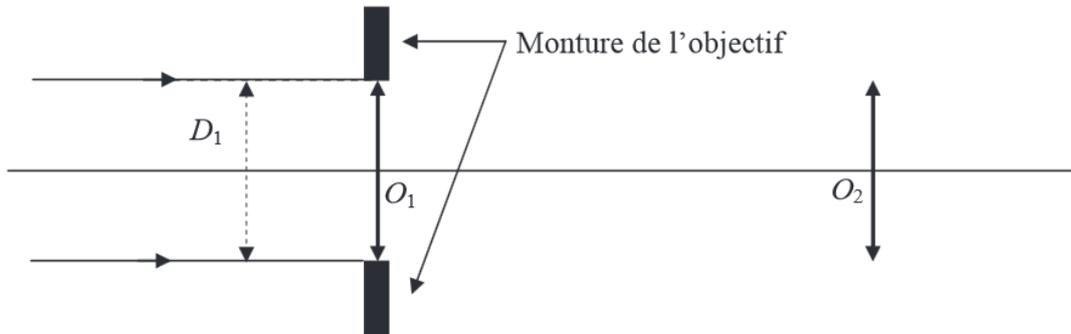

Figure 8 : lunette astronomique et diaphragme d'ouverture
B.2- On considère un faisceau lumineux issu d'un point objet A à l'infini sur l'axe optique de la lunette (figure 8). Sans respect des échelles, représenter le devenir d'un tel faisceau lumineux limité par la monture de la lentille objectif (encore appelée diaphragme d'ouverture).